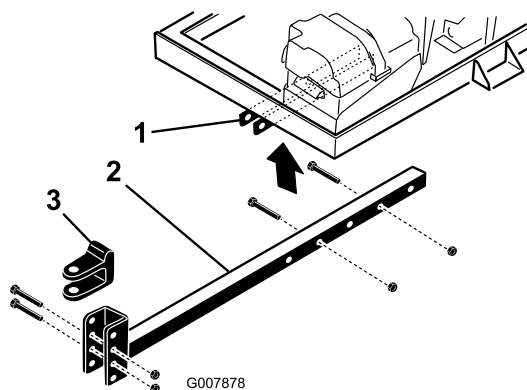

Bild 4
2. Stecken Sie das Anbauvorrichtungsrohr in die Rahmenhalterungen (Bild 4). Befestigen Sie das Rohr mit zwei Schrauben (3/8" x 3") und Bundmuttern (3/8") am Rahmen.
- Entfernen Sie die Schrauben und Sicherungsmuttern, mit denen der Anbauvorrichtungsstift (Bild 4) am Anbauvorrichtungsrohr befestigt ist.
- Nehmen Sie die Schrauben und die Muttern ab, mit denen das Anbauvorrichtungsrohr an den Rahmenhalterungen befestigt ist (Bild 4).